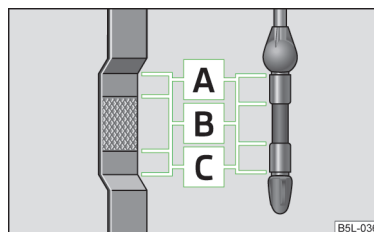

Abb. 130
- Liegt der Ölstand oberhalb des Bereichs A » Abb. 130 auf Seite 171, nicht weiterfahren! Den Motor abstellen und die Hilfe eines Fachbetriebs in Anspruch nehmen.
Der Ölmesstab zeigt den Motorölstand an » Abb. 130.
Der Ölstand darf keinesfalls oberhalb des Bereichs **A** » Abb. 130 liegen. Beschädigungsgefahr der Abgasanlage!